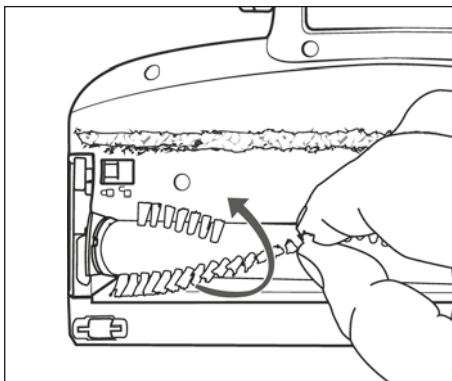

Fig. 27
- 3) Sfilare il rullo a spazzola 21 tirandolo dalle setole fuori dalla spazzola per pavimenti 22. Ruotare leggermente il rullo a spazzola 21 per poterlo togliere più facilmente (vedere fig. 27).